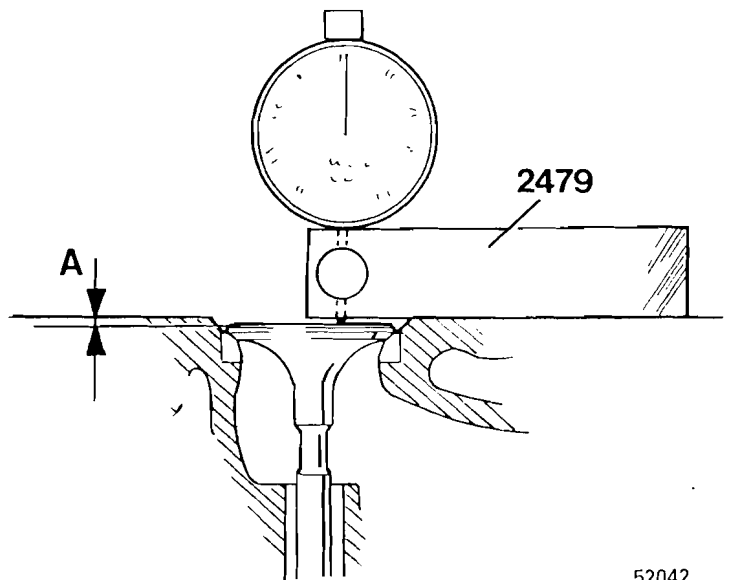

Fig. 49
- 1 La finura de superficie después del rectificado no ha de ser superior a 1,6 RA. La distancia (A) desde la superficie rectificada de la culata al disco de la válvula no ha de ser inferior a 0,2 mm, véase la fig. 49. Si se precisa un mayor rectificado de la culata, los asientos de las válvulas deberán rebajarse por fresado.